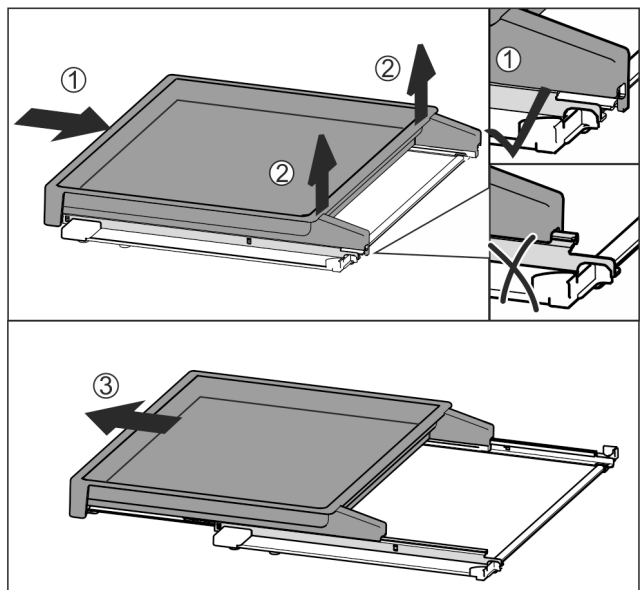

Fig. 115
- ▶ Вкарайте изцяло изтеглящата се дъска Fig. 115 (1).
- ▶ Освободете фиксатора от задната страна Fig. 115 (2).
- ▶ Извадете напред изтеглящата се дъска Fig. 115 (3).